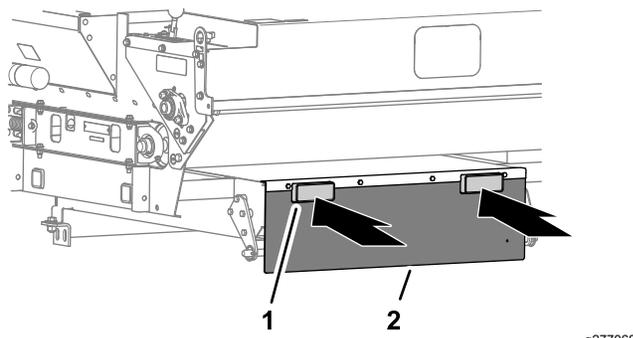

图 8
- 如果准备使用叉式升降机提升铺沙机请将叉子穿过后挡板的提升管图 8。